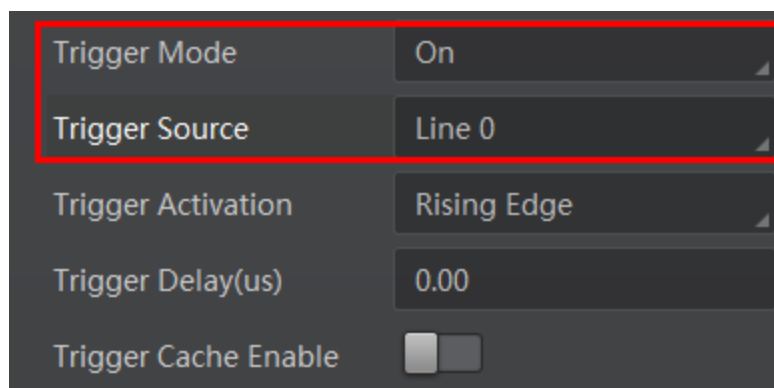

图4-2 Line 0/Line 2 设置为触发源
2. *Trigger Source* 参数下拉选择 *Line 0* 或 *Line 2*，如图 4-2 所示。